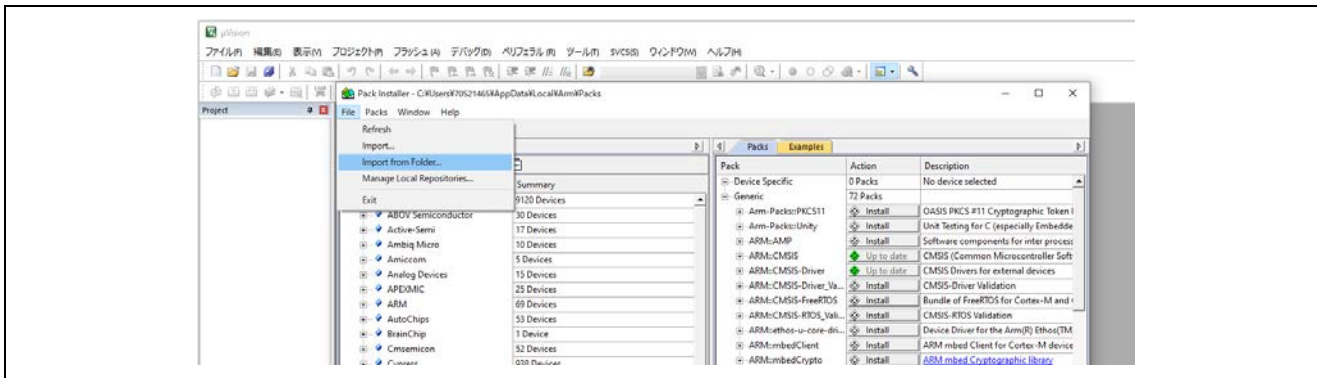

図 30 フォルダからインポートする
4. 図 30 に示すように、[File]→[Import from Folder...]と進んでください。